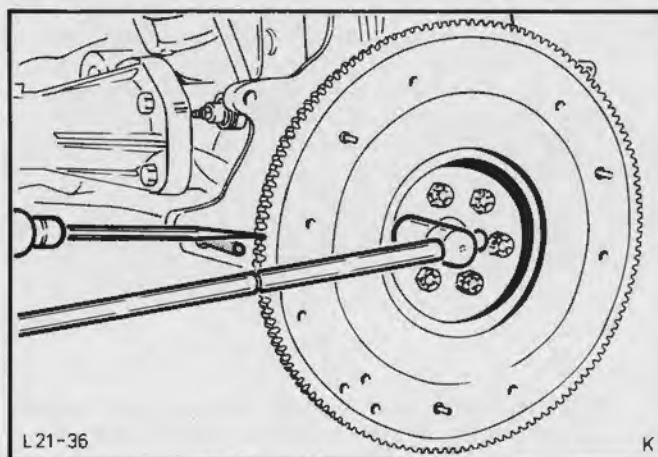

Fig.41. Afmonter svinghjulet
26. Afmonter svinghjulet (6 bolte), Fig. 41.